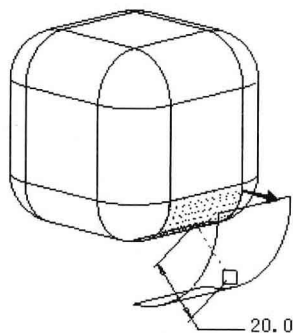

图 1.15
- (1) 选择“倒圆角”特征的一个曲面。
- (2) 在下拉菜单中选择“编辑”→“偏移”(Offset) 命令。
- (3) 修改偏移值为 20。预览模型如图 1.15 所示。